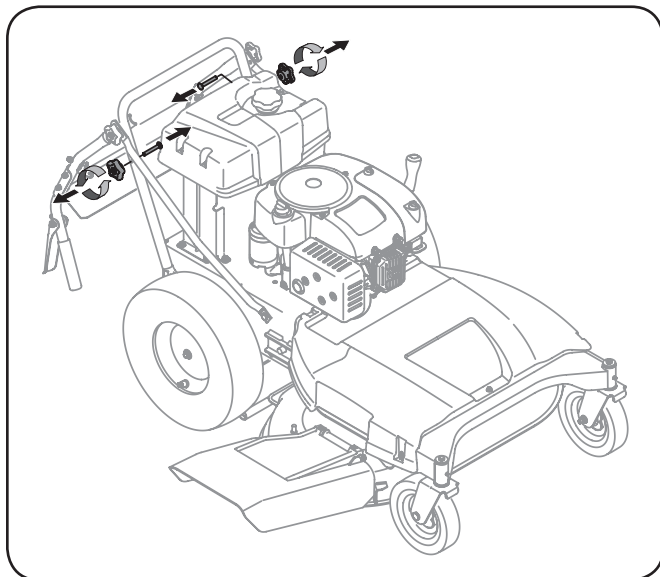

Figure 3-3
1. Extraiga las perillas en estrella y los tornillos del carro de la manija inferior. Vea Figure 3-3.